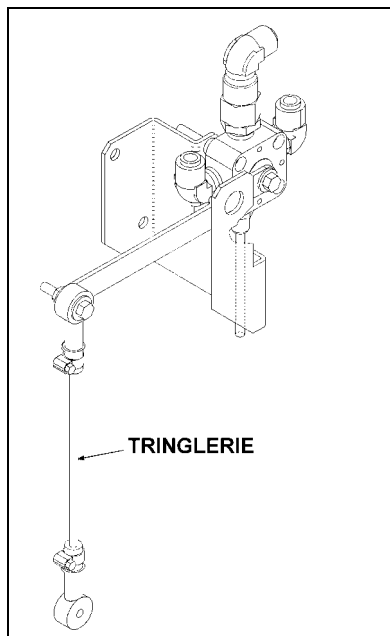

FIGURE 3
- Fixer le levier de commande à la tringlerie à l'aide de boulon, rondelle et écrou. Pour les véhicules VIP-45 seulement, scier le boulon à 3mm (1/8") derrière l'écrou. Insérer le tee de golf fourni dans les trous prévus du levier et de la soupape pour les bloquer, utiliser les écrous de réglage sur la tige pliée pour garder le levier de commande aussi horizontal que possible, reconnecter les canalisations. Le trou allongé situé sur le support peut être utilisé pour un réglage final. Se référer à la figure 3 pour une vue en perspective de l'installation.